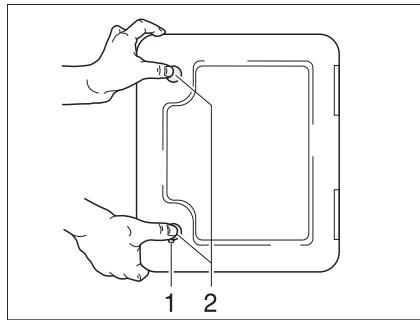

Fig. 244 Trampilla para el inodoro cassette
- Abrir la trampilla para el cassette en el exterior del vehículo. Para esto, introducir la llave en el cilindro de cierre del cierre a presión (Fig. 244,1) y girarla un cuarto de vuelta.
- Presionar ambos cierres a presión (Fig. 244,2) al mismo tiempo con el pulgar y abrir la trampilla para el cassette.